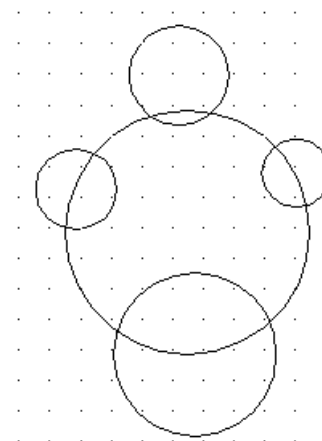

Рис. 29
- Вторым щелчком ЛКМ задайте произвольный радиус окружности (рис. 29).